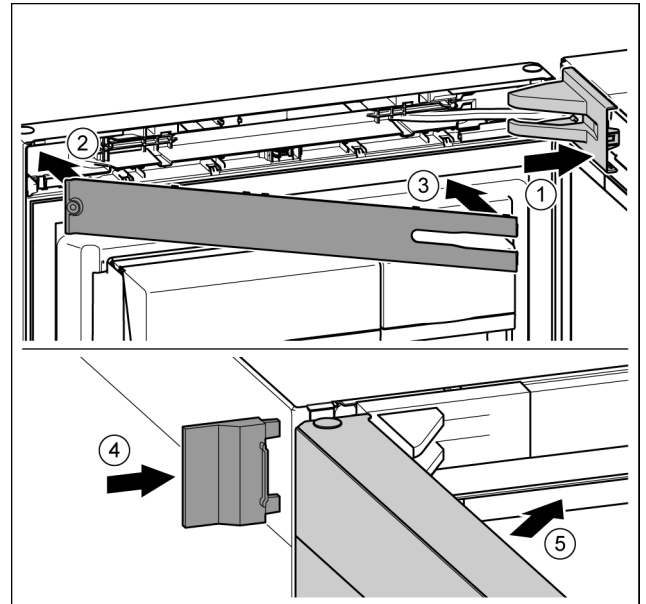

Fig. 43
- ▶ Coloque y encaje la cubierta del soporte de cojinete; dado el caso, separe con cuidado. Fig. 43 (1)
- ▶ Coloque el panel. Fig. 43 (2)
- ▶ Gire hacia dentro y encaje el panel. Fig. 43 (3)
- ▶ Desplace la cubierta exterior. Fig. 43 (4)
- ▶ Cierre la puerta superior. Fig. 43 (5)